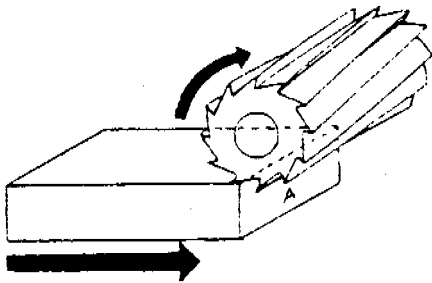
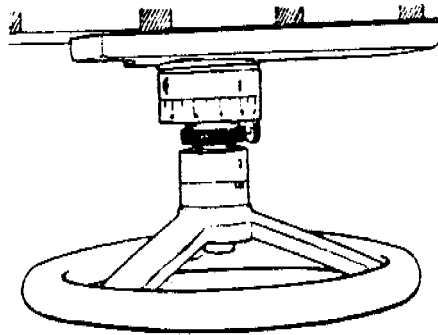

Figura 4
Figura 5
- b. Aproxime manualmente la pieza para iniciar el corte por el extremo " A " ( Figura 4 ) y dé la profundidad de corte, controlando por medio del anillo graduado ( Figura 5 ).
- e. Detenga la fresadora, bajo la consola y desplace la mesa, llevando el material a la posición vertical ( Figura 4 ).